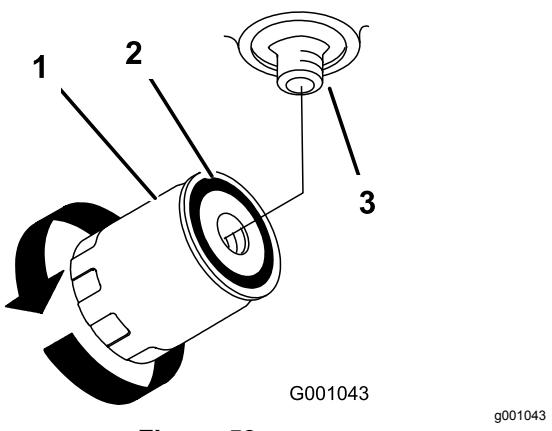

Figura 53
4. Localize o filtro debaixo da base do motor e coloque o recipiente de drenagem debaixo do filtro (Figura 53).
5. Retire o filtro antigo e limpe a superfície da junta do adaptador do filtro (Figura 53).
9. Quando o filtro hidráulico estiver cheio, rode o filtro do óleo no sentido dos ponteiros do relógio até a junta de borracha tocar no adaptador do filtro; depois, aperte o filtro mais 1/2 volta (Figura 53).